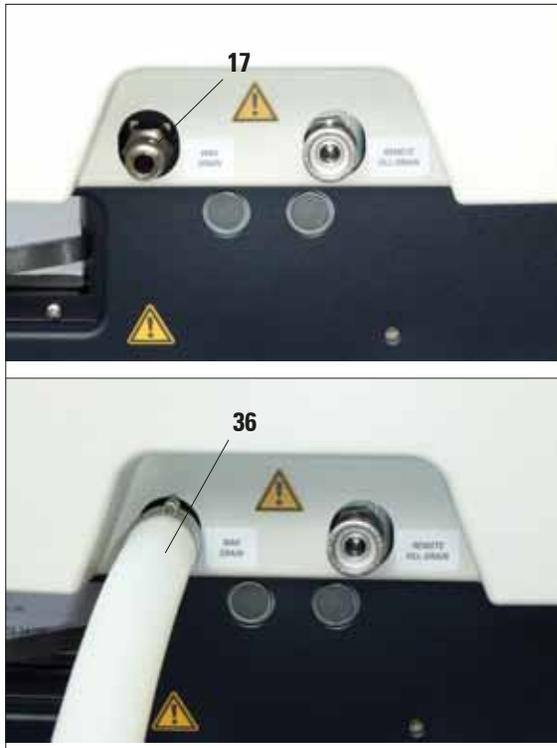

Abb. 55
- Den Paraffinablaufschauch (36) an den Stutzen (17) vom Paraffinauslass an der Vorderseite des Gerätes anschließen (Abb. 55) und in einen Auffangbehälter führen.